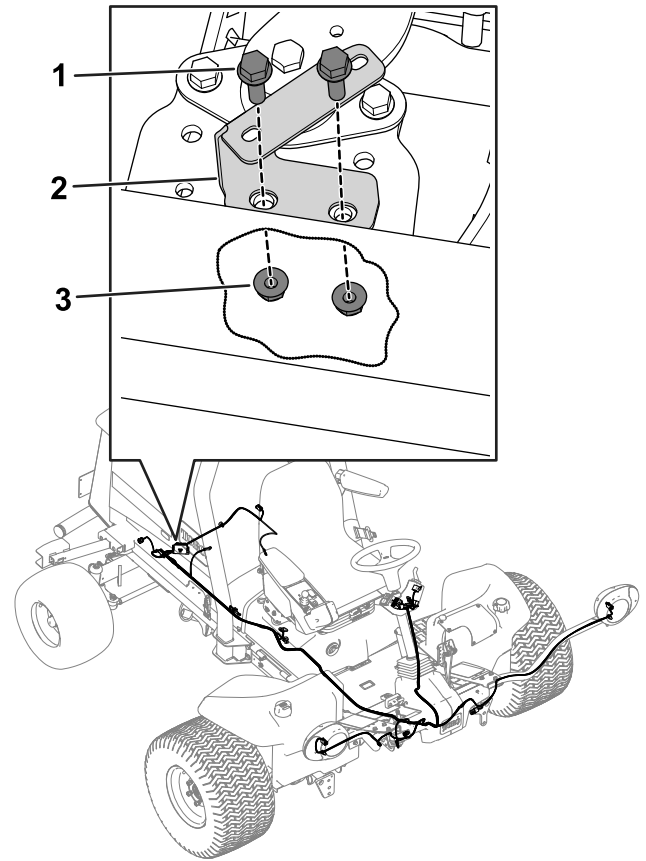

Figura 15
2. Utilice 2 pernos con arandela prensada (5/16" x 1") y 2 tuercas con arandela prensada (5/16") para sujetar el soporte del bloque de fusibles al bastidor del motor en el lado derecho de la máquina (Figura 15).